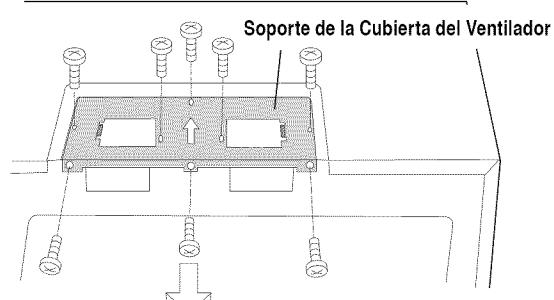

Figura 11
1. Retire y guarde 3 tornillos del borde posterior y 5 tornillos de la parte superior del soporte de la cubierta del ventilador para utilizarlos en el Paso 5. Retire el soporte de la cubierta del ventilador deslizándolo en la dirección opuesta a la flecha en el soporte de la cubierta del ventilador, según se muestra en la Figura 11.